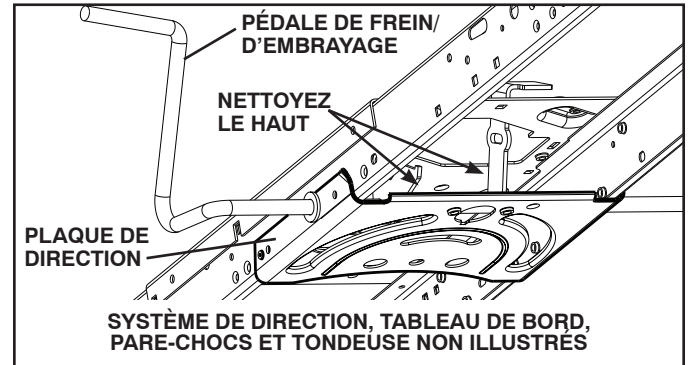

Fig. 22
- Nettoyez toute trace de débris sur la plaque de direction. Les débris peuvent empêcher le mouvement de l'arbre de la pédale de frein/d'embrayage, provoquant le glissement de la courroie avec perte d'entraînement. Voir Fig. 22.